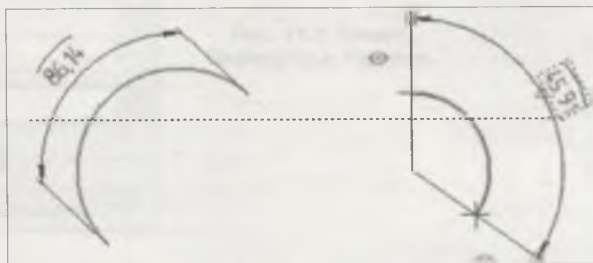

Рис. 12.36. Построение размера дуги
- ◆ задайте ЛК мыши точку  $t_0$  вставки дуги — размер построен. Символ дуги над размерным числом система проставила автоматически (рис. 12.36);